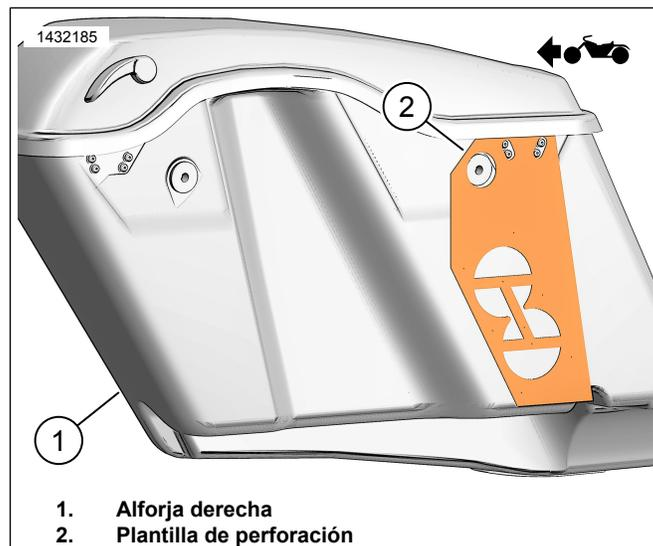

Figura 9. Plantilla de la alforja derecha
1. Consulte la Figura 9. Coloque la plantilla (2) en la alforja derecha (1).